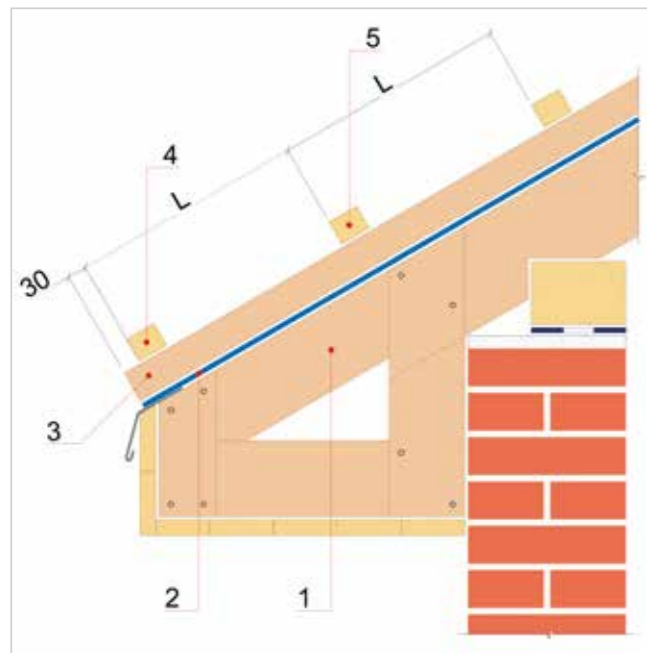

Рисунок 10
5.2.9.2 Расстояние между брусками шаговой обрешетки (L) рассчитывается по нижним краям брусков и зависит от выбранной модели композитной черепицы ДЕКРА (Рисунок 10), (Таблица 7). Монтаж брусков производится снизу-вверх.